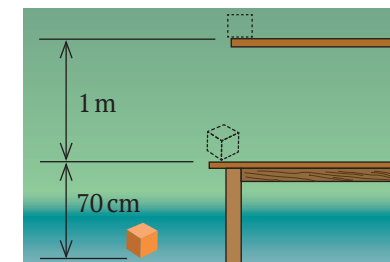

Fig. 4
8. Un cub cu masa de 240 g a căzut de pe raftul dulapului mai întâi pe masă, iar apoi pe podea (fig. 4). Cum s-a schimbat energia cubului în procesul căderii? Ce lucru a efectuat forța de greutate în fiecare etapă a căderii? în tot timpul căderii?